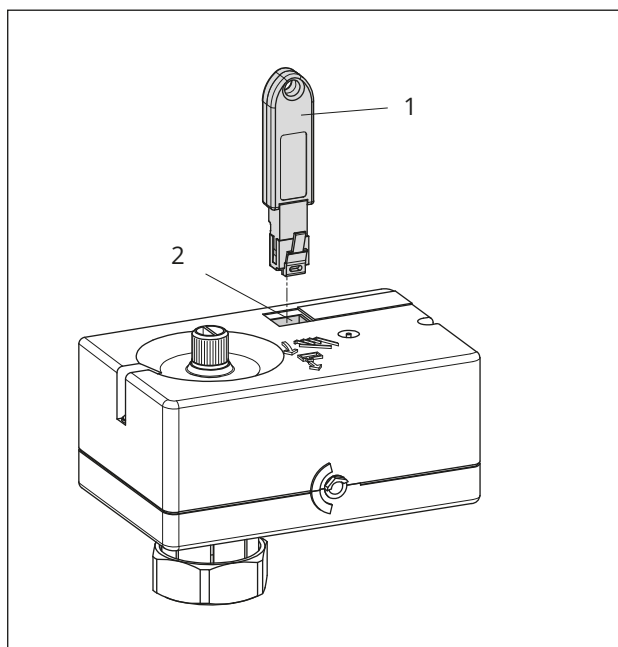

Bild 15: Verbindung Antrieb - Speicherstift
Der Speicherstift wird nach Bild 15 an den Antrieb angeschlossen. Die Vorgehensweise zum Übertragen von Daten ist in der TROVIS-VIEW-Bedienungsanleitung ► EB 6661 beschrieben.
1. Speicherstift mit der seriellen Schnittstelle des Antriebs verbinden (vgl. Bild 15). Die gelbe LED am Antrieb signalisiert, dass das Datenlogging vorbereitet wird (vgl. Kap. 8.4). Sobald sich das Blinkmuster an der gelben LED ändert, werden die Daten im Speicherstift abgelegt.